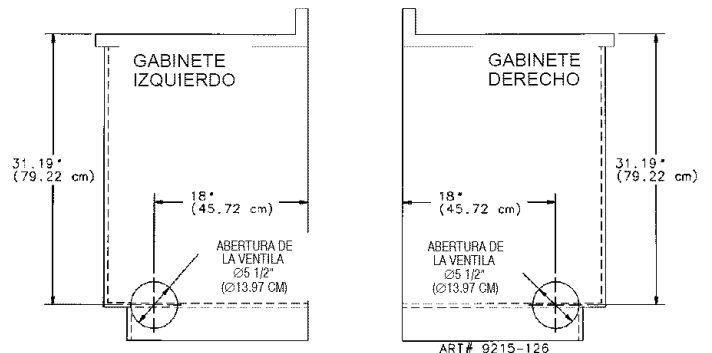

Figura 13
c. **A través del lado derecho o izquierdo del gabinete.** (Vea la figura 13).
2. Haga un orificio en el lado derecho o izquierdo del gabinete según se muestra en la figura 13.